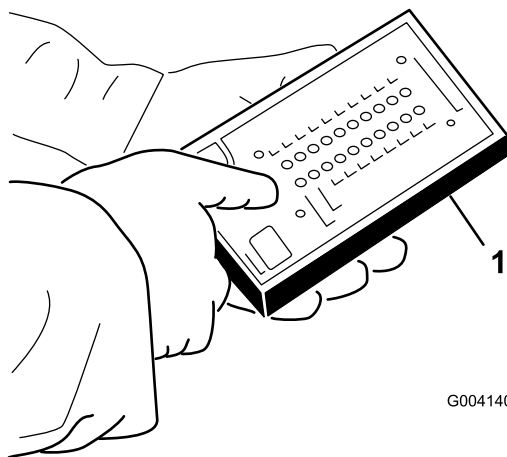

Figura 101
5. Collegate il connettore del display diagnostico ACE al connettore del cablaggio preassemblato (Figura 101).